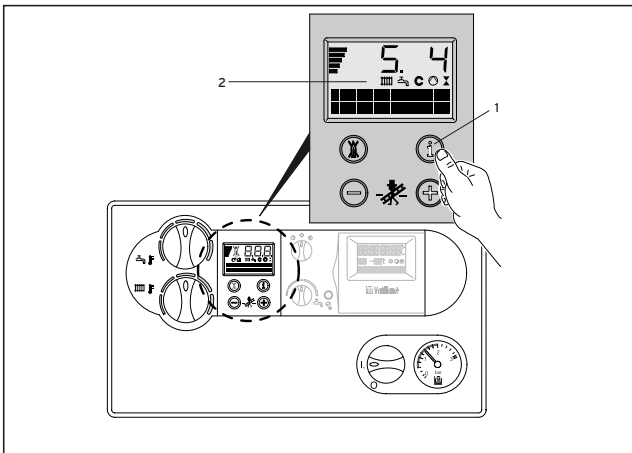

Abb. 3.9 Indicazioni di stato
3.5 Indicazioni di stato (fig. 3.9) (per le operazioni di manutenzione e di servizio da parte del tecnico)
- Attivare le indicazioni di stato premendo il tasto "i" (1).